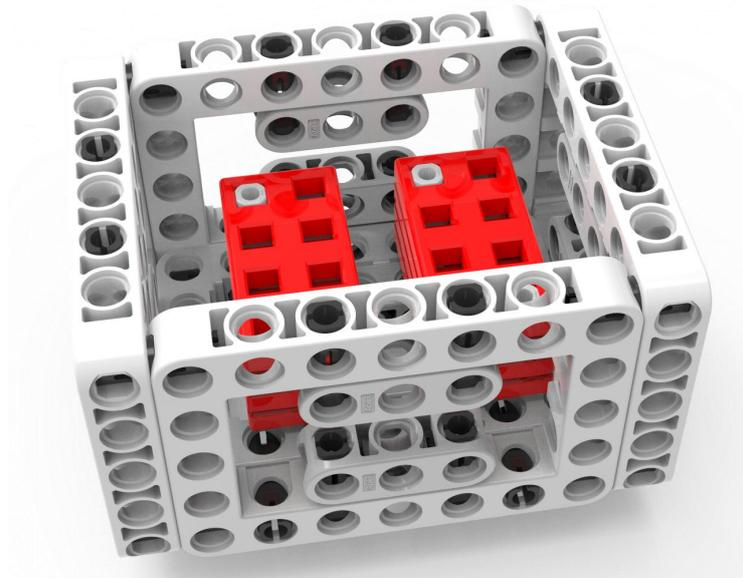

图 5 完成状态二
3.1.3 把装载货物的运输筐带回基地为完成状态二；50 分/个；如图 5 所示。